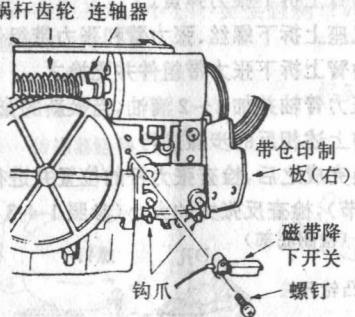

图 1-3-6 带盒降下开关的更换
- ① 从主机座上拆下带盒仓组件。
- ② 拆下右边的带盒仓印制电路板，在右导板上摘开钩爪。
- ③ 拆掉紧固开关的螺丝并取出开关，见图 1-3-6。
- ④ 用电烙铁焊掉开关上接线端的引线。
- ⑤ 当安装新的开关时按照与上述相反的步骤进行。